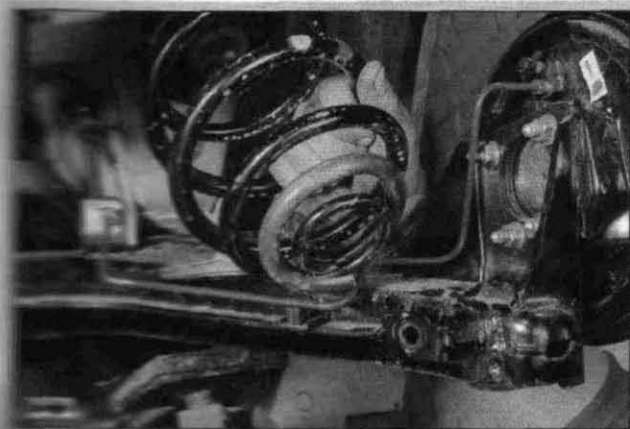

Рис. 5.29. Снятие задней пружины
- убрав упор, извлечь пружину (рис. 5.29);